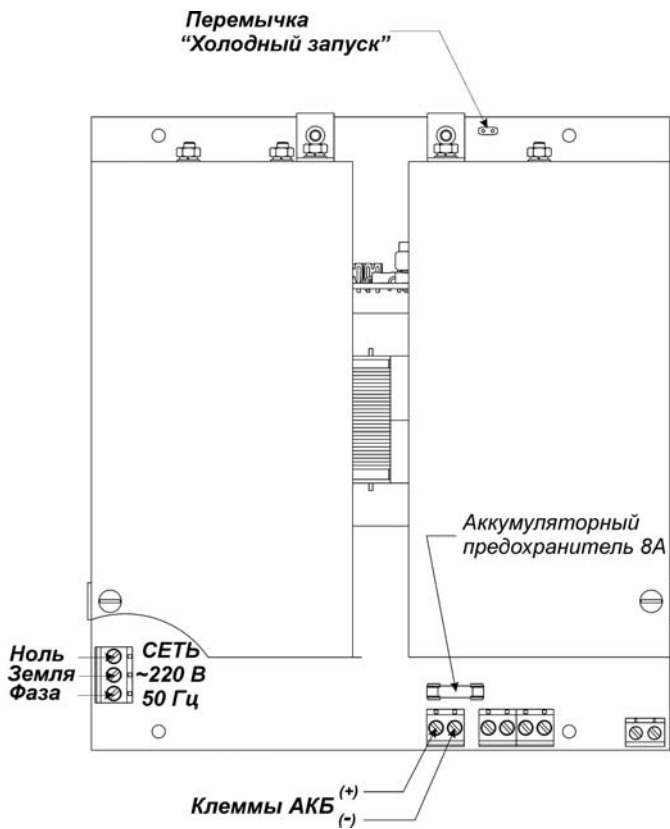

Рис.3 Расположение органов коммутации и управления на плате ЗУ-24V-9А
- кратковременно, на 1 сек, замкнуть контакт перемычки холодного запуска (см. приложение рис.3).